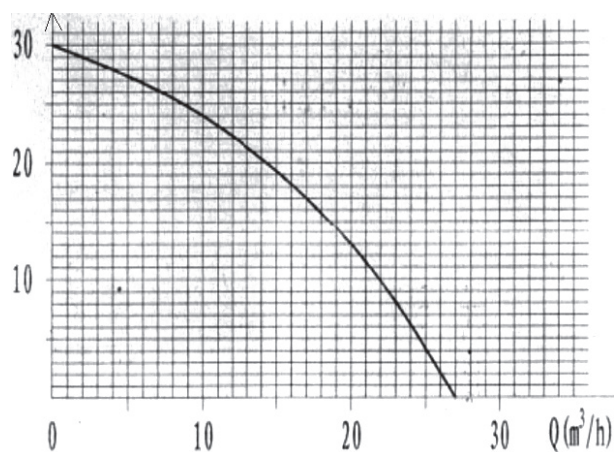

Рис.17
4. На графике зависимости высоты подъема от производительности мотопомпы (Рис.17) находим величину расхода, она составляет примерно 150 л/мин.